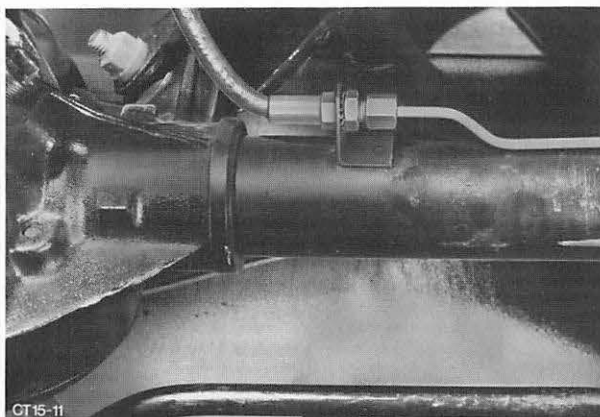

Abb. 17 Bremsschlauch an Bremsrohrleitung
2. Bremsrohrleitung vom Bremsschlauch trennen und Leitung gegen auslaufende Bremsflüssigkeit verschließen. Abb. 17.